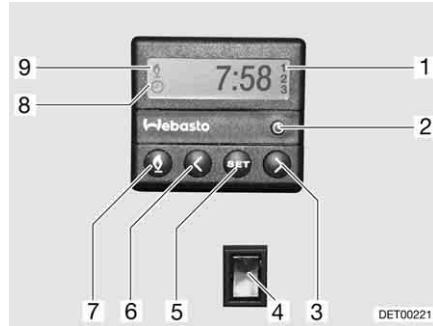

Fig. 143 Unité de commande pour le chauffage d'appoint
- Appuyer sur la touche (Fig. 143,7). Le mode chauffage est indiqué par le symbole (Fig. 143,9). Le ventilateur ne s'allume que quand la température de l'eau de refroidissement atteint 30 °C.
- Appuyer sur la touche (Fig. 143,7). Le symbole (Fig. 143,9) s'éteint.
- Appuyer sur le bas de l'interrupteur (Fig. 143,4). Le moteur est préchauffé. Le ventilateur est immédiatement allumé.
- Appuyer sur le haut de l'interrupteur (Fig. 143,4). Le moteur reste froid.
- Appuyer sur la touche (Fig. 143,2). Le menu réglage de l'heure est indiqué par le symbole (Fig. 143,8).
- Régler l'heure avec les touches (Fig. 143,3 et 6).
- Appuyer sur la touche (Fig. 143,5).
- Régler le temps de démarrage dans les 10 secondes qui suivent avec les touches (Fig. 143,3 et 6).
- Appuyer plusieurs fois sur la touche (Fig. 143,5) jusqu'à ce que le numéro de programme désiré (Fig. 143,1) apparaisse sur l'écran.